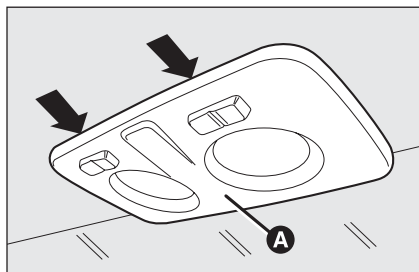
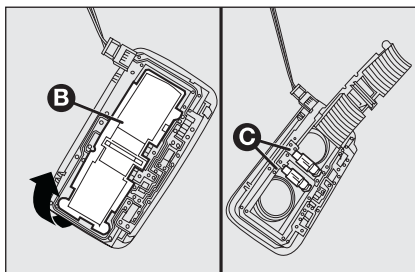

fig. 38
fig. 39
- agir sur les points indiqués par les flèches et enlever le plafonnier **A-fig. 38**;
- ouvrir le volet de protection **E-fig. 39**;
- refermer le volet **B-fig. 39** et fixer le plafonnier **A-fig. 38** dans son logement en s'assurant de son blocage.